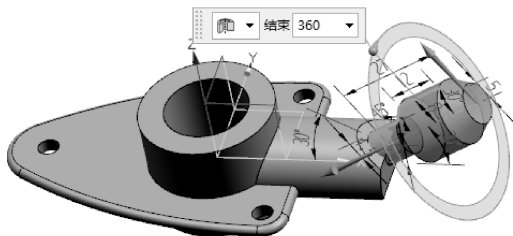

图 3-110 创建旋转特征 1
- 退出草绘环境后在【旋转】对话框中单击【确定】按钮完成创建，如图 3-110 所示。